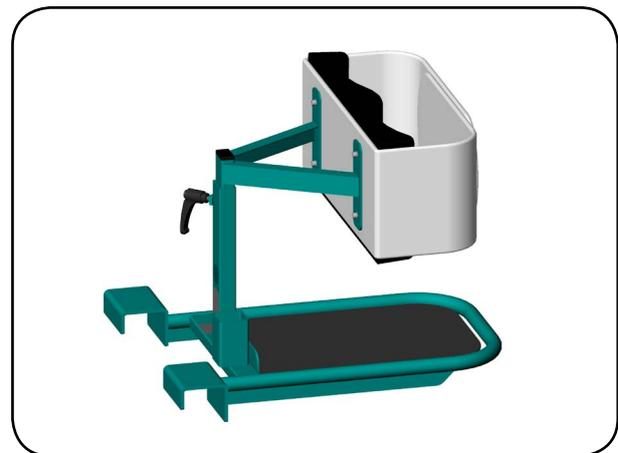

Abb. 6.5.03 – montierter aks-Wadengurt
3. Der aks-Wadengurt ist einsatzbereit. (Abb. 6.5.03).